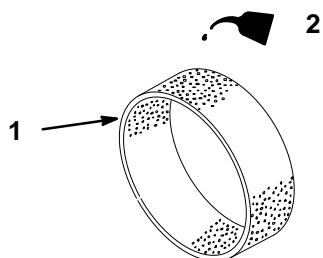

Figure 26
3. Imbiber l'élément de 30 à 60 ml (1 à 2 oz.) d'huile, soit une ou deux onces (Fig. 26). Presser l'élément pour bien répartir l'huile.